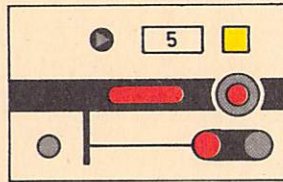

Bild 24
| (3) | Für die Gleisfreimeldung werden in der Regel Achszähler verwendet. Die Blockabschnittsmelder sind in Grundstellung dunkel; sie leuchten rot bei besetztem Blockabschnitt (vgl. Bild 24). | Gleisfreimeldung |